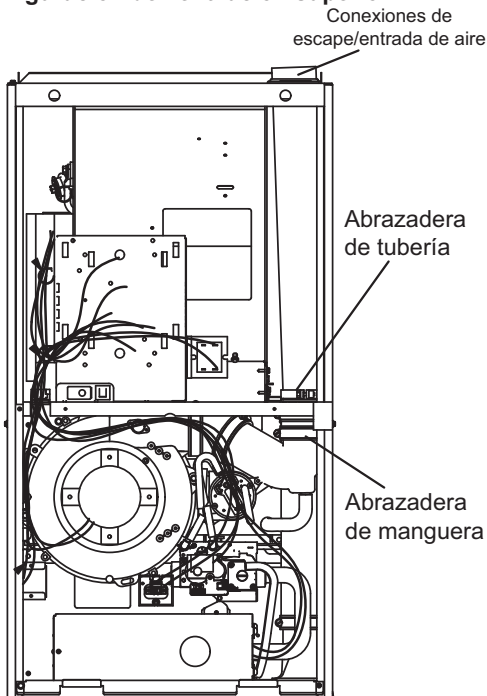
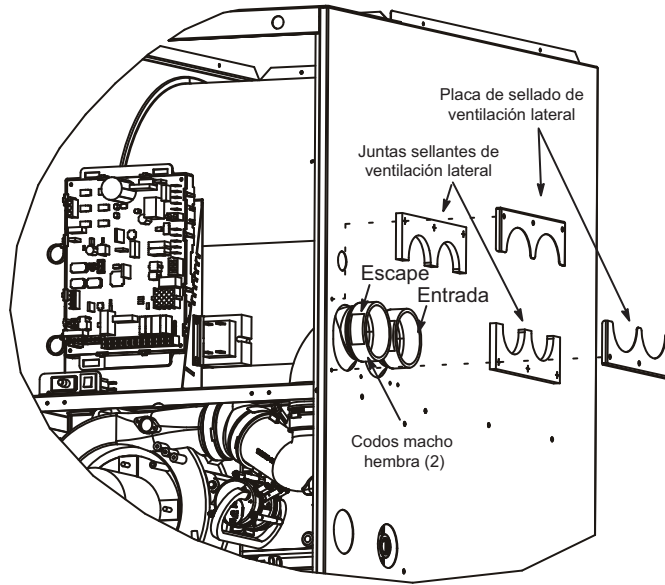

FIGURA 19
FIGURA 22
La unidad EL297DFV se envía con la conexión de escape de ventilación / toma de aire en la tapa superior. Ver la FIGURA 19. Usando las partes suministradas, el calefactor se puede modificar en el sitio para tener estas conexiones al lado derecho del gabinete del calefactor. Vea la FIGURA 22 y siga los pasos a continuación. Para la ventilación de lado izquierdo, ordenar el kit 87W73.
- 2 - Afloje las abrazaderas de manguera que sujetan los accesorios de caucho a las tuberías de PVC blanco dentro del área del vestíbulo. Ver la FIGURA 19.
- 3 - Afloje la abrazadera que sujeta las tuberías en la cubierta del soplador. Ver la FIGURA 19.
- 11 - Desprenda la cubierta protectora posterior de las juntas de sellado de la ventilación lateral (2) y aplíquelas a las placas de sellado de la ventilación lateral (2) como se muestra en la FIGURA 22.
12 -Instale las placas y juntas de sellado de la ventilación lateral en el exterior del gabinete como se muestra en la FIGURA 22. Sujételas con seis tornillos de montaje (cuatro reutilizados y dos de la bolsa). Los agujeros están pretaladrados en las partes y el gabinete, así que no hay que taladrar.